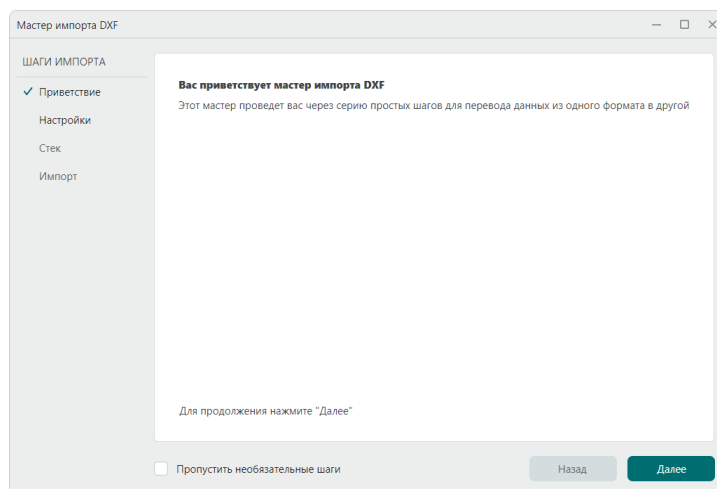

Рис. 65 Стартовое окно мастера импорта .dxf
2. Нажмите кнопку «Далее» в открывшемся стартовом окне мастера импорта DXF», см. Рис. 65.